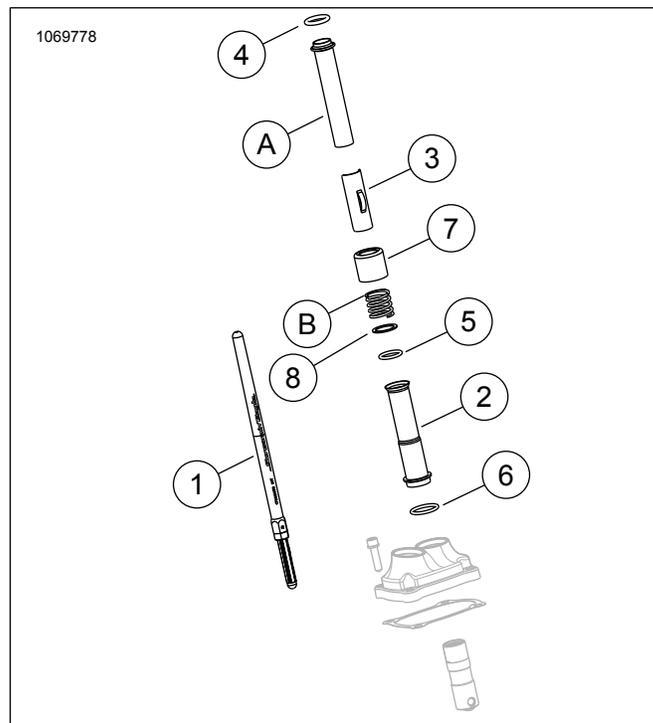
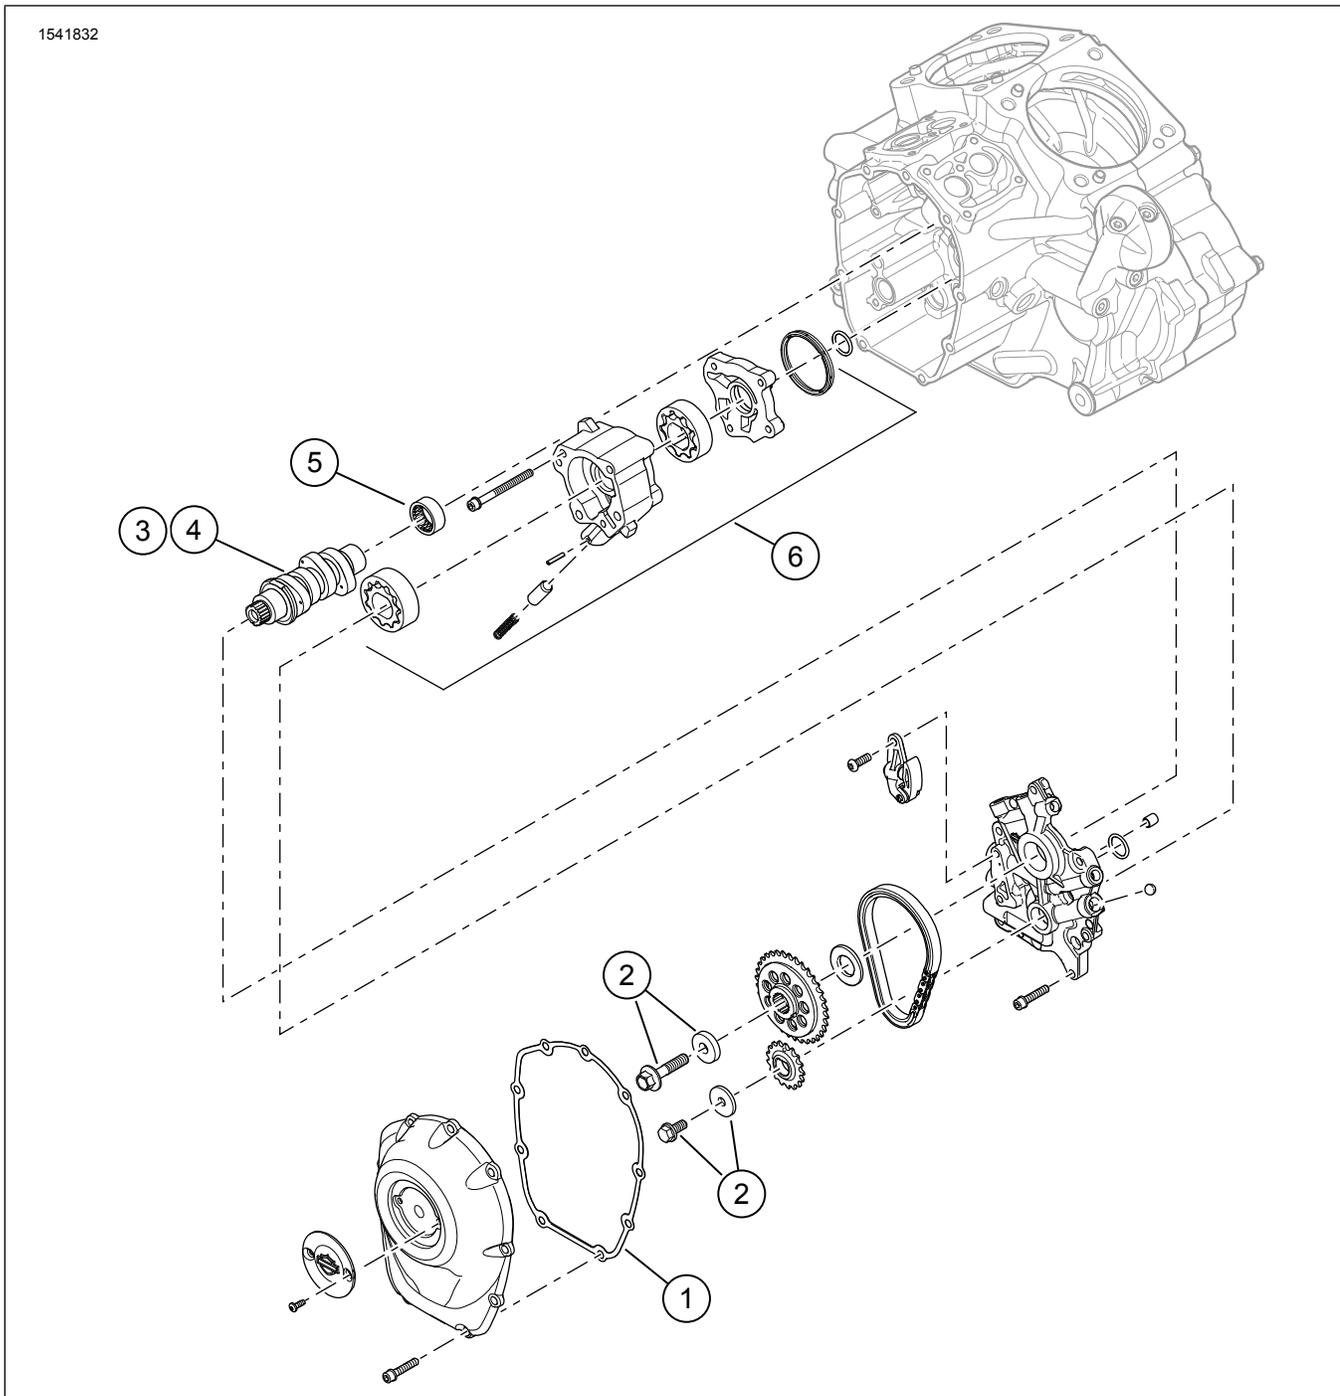

Figure 3. Pièces de rechange
Figure 4. Pièces de rechange : Kit Stage 2 Milwaukee-eight Screamin' Eagle
Voir Figure 3 à Figure 4, et Tableau 2 à Tableau 3.
1. Voir la figure 4. Poser la pompe à huile. Se reporter à la section MOTEUR du manuel d'entretien.